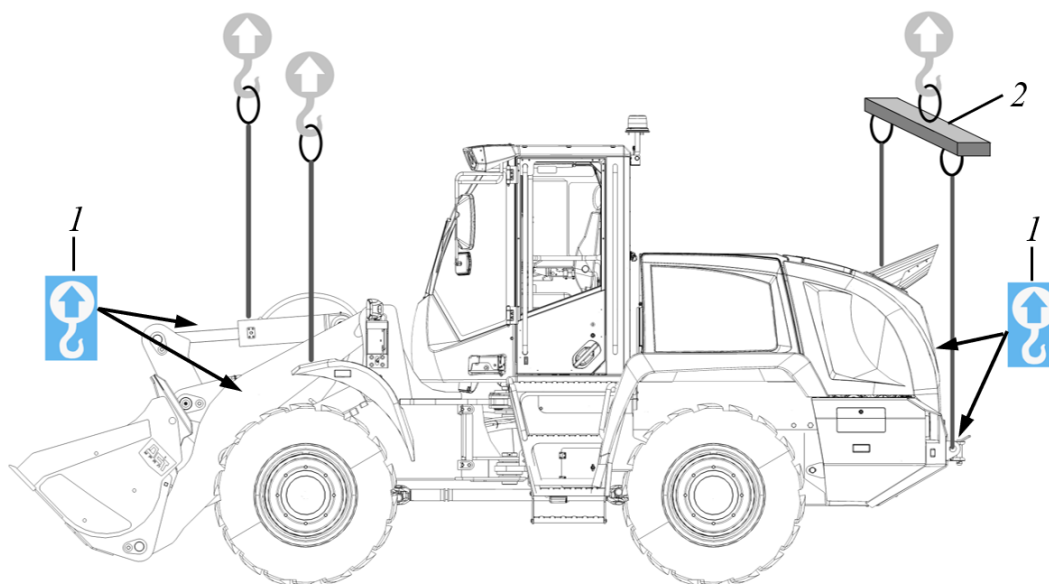

Рисунок 3.99. Погрузка машины краном
- ▶ Закрепить строповочные приспособления с выравнивающей траверсой 2, как показано на рис. 3.99, в точках крепления 1 машины.